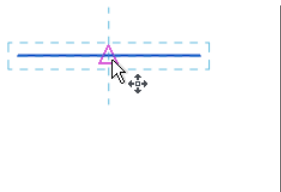

图 2-33 指定起点
- (3) 单击图元上的点作为移动的起点，如图 2-33 所示。